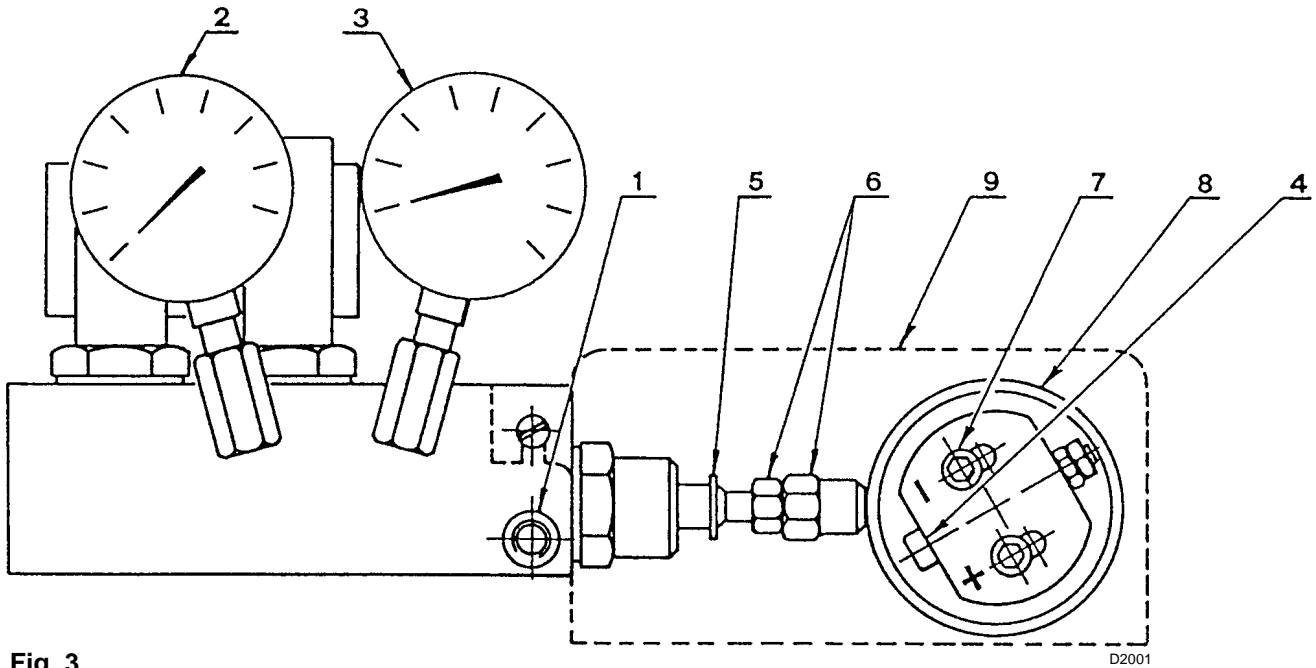

Fig. 3
La variazione di pressione sul ritorno (manometro 3 fig. 3) modifica la portata del combustibile che esce dall'ugello.
- Far ruotare manualmente e lentamente la camma a profilo variabile (1)(fig. 5), collegata solidamente all'eccentrico (8) (fig. 3). La pressione e la portata dell'ugello sono minime quando il servomotore è sulla posizione di 20°. La pressione e la portata dell'ugello sono massime quando il servomotore è sulla posizione di 130°. Le correzioni di pressione sul ritorno si ottengono variando l'eccentrico (8)(fig. 3) e il dado con controdado (6)(fig. 3).